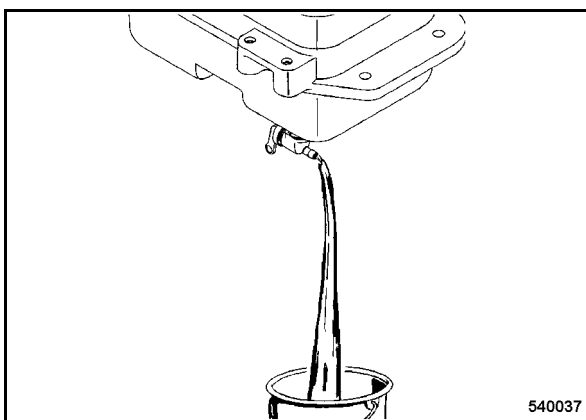

рис. 49
- Снять топливный соединительный шланг (рис. 49) с топливного крана. Открыть топливный кран. Слить топливо.